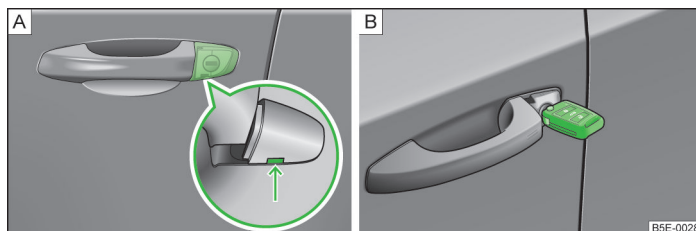

Fig. 17 Mânerul portierei șoferului: butuc de contact acoperit / butucul de contact cu cheie
- Introduceți cheia autovehiculului în fanta de pe partea de jos a mâștii în sensul săgeții și rabatați-o în sus » fig. 17 [A].